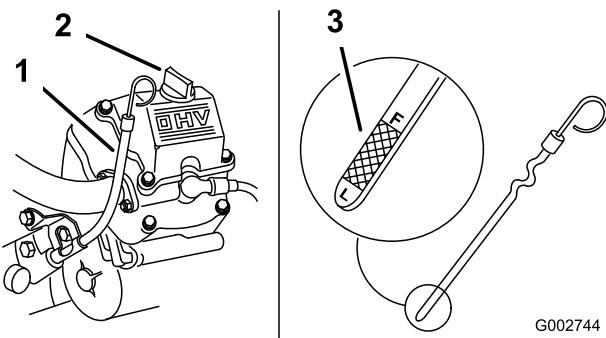

Figura 36
9. Vierta lentamente un 80% aproximadamente de la cantidad especificada de aceite por el tubo de llenado (Figura 36).